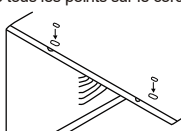

FIG.6
9. Ajoutez deux fiches en mousse en haut du boîtier d'où les vis d'expédition ont été retirées. (Voir FIG.6)